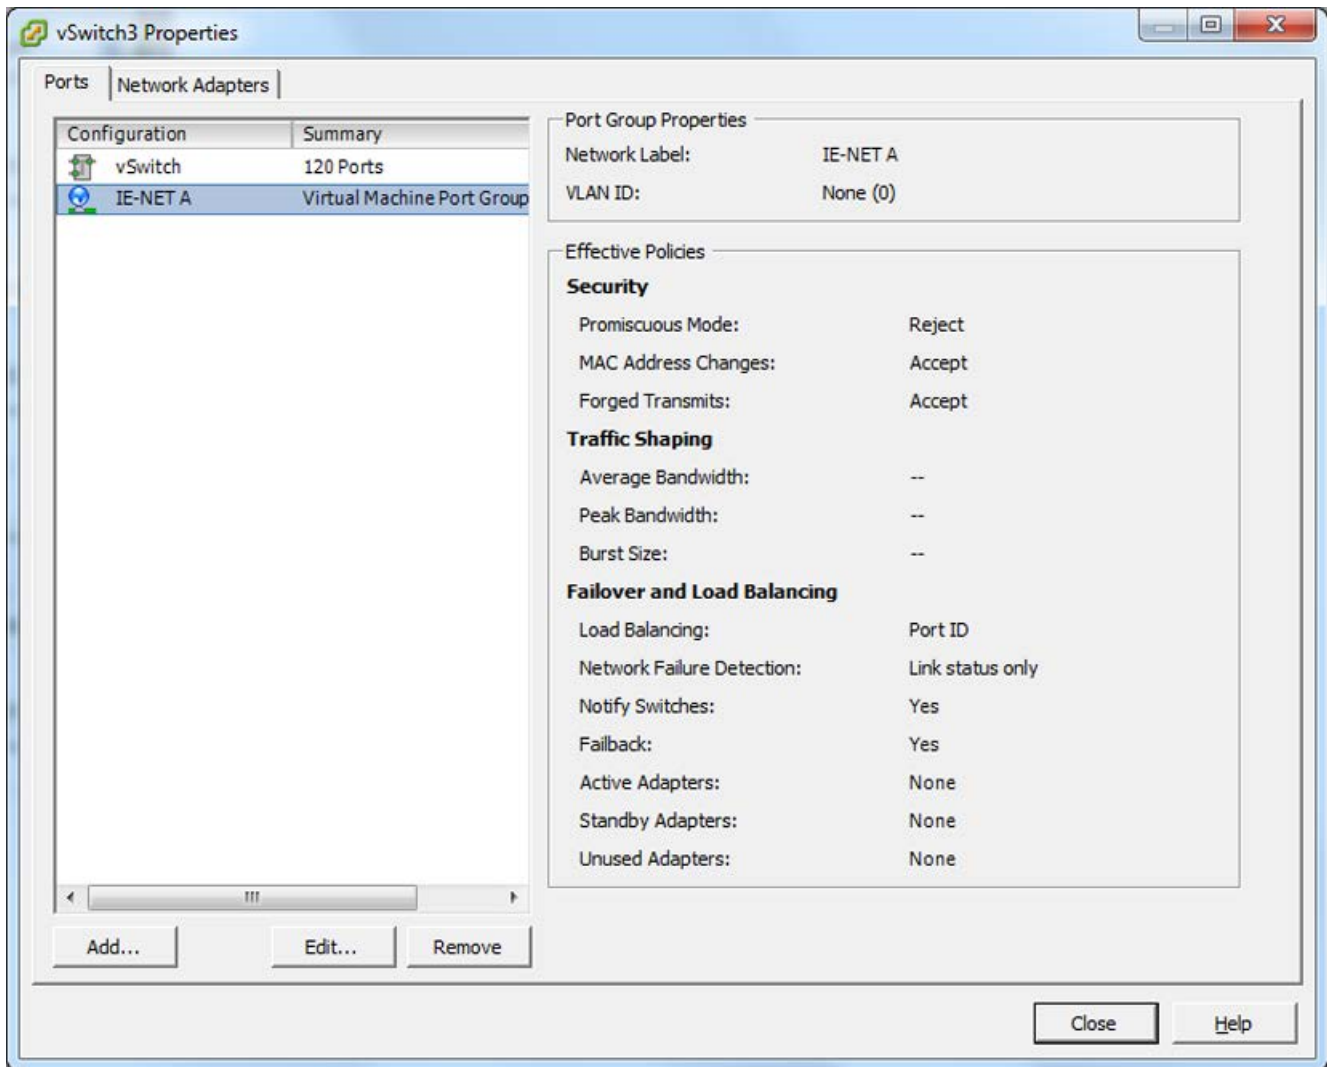

图 4-1 在 vSwitch 的属性中选择端口组
6. 在左侧的菜单中，选择所创建网络的端口组（在右侧列中可看到这些设置，参见图 4-1）。